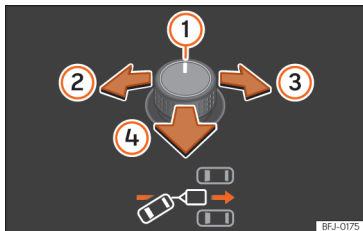
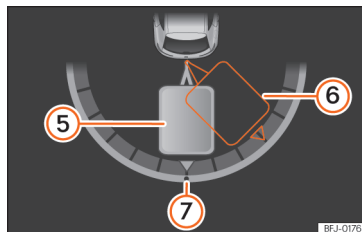

Abb. 149 Drehknopf für die Außenspiegel: Ausrichtung des Anhängers einstellen.
Abb. 150 Bildschirm des Kombi-Instruments: Rückwärtsfahren.
Legende zu » » » (Abb. 149), » » » (Abb. 150):
- Drehknopf kippen, bis die gewünschte Richtung erreicht ist » » » (Abb. 149). Am Bildschirm des Kombi-Instruments erscheint zur Orientierung eine Darstellung des Gespanns in der aktuellen Position » » » (Abb. 150).